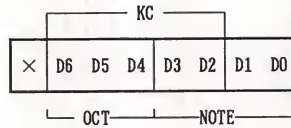

図3-3 キースケーリング
1 音に対し 4 データを設定し、1 データは 5 ビットからなります。EG にキーオンが与えられると減衰量が減少し、TA 時間後に減衰量は 0 db に達します。このアタック時間 (TA) を AR により、表 3-11、3-12 のように設定することができます。また、AR は KEY CODE によりスケールリングされるので、図 3-3 を参照してください。
1 音に対し 4 データ設定し、1 データは 5 ビットからなります。EG は減衰量が 0 db のとき、自動的にファストディケイレベルに達します。このファストディケイ時間 (TD1) を D1R により、表 3-11、表 3-12 のように設定することができます。また、D1R は KEY CODE によりスケールリングされるので、図 3-3 を参照してください。
1 音に対し 4 データ設定し、1 データは上のように 5 ビットからなります。EG はファストディケイレベルを経過するとセカンドディケイに移り、この状態がキーオフまで続きます。このセカンドディケイ時間 (TD2) を D2R により、表3-11、3-12のように設定することができます。また、D2R は KEY CODE によりスケーリングされるので、図3-3を参照してください。
1 音に対し 4 データを設定し、1 データは上のように 4 ビットからなります。EG はキーオフされるとリリースに移り、最大減衰量 (96 db) に向かって減衰が進みます。このリリース時間 (TR) を RR により表3-11、3-12のように設定することができます。また、RR は KEY CODE によりスケーリングされるので、図3-3を参照してください。
1 音に対し 4 データを設定し、1 データは 2 ビットからなります。この KS は AR、D1R、D2R、RR に関係し、KEY CODE により、各レートをスケーリングします。スケーリングレベルは、図3-3のように 4 段階にコントロールすることができます。スケーリングした後の各レートでアタック、ファストディケイ、リリースの各時間が定まります。
表3-11、3-12は、図3-3で決まるキースケーリング後のレート 6 ビットを上位 4 ビット、下位 2 ビットに分けて表現しています。